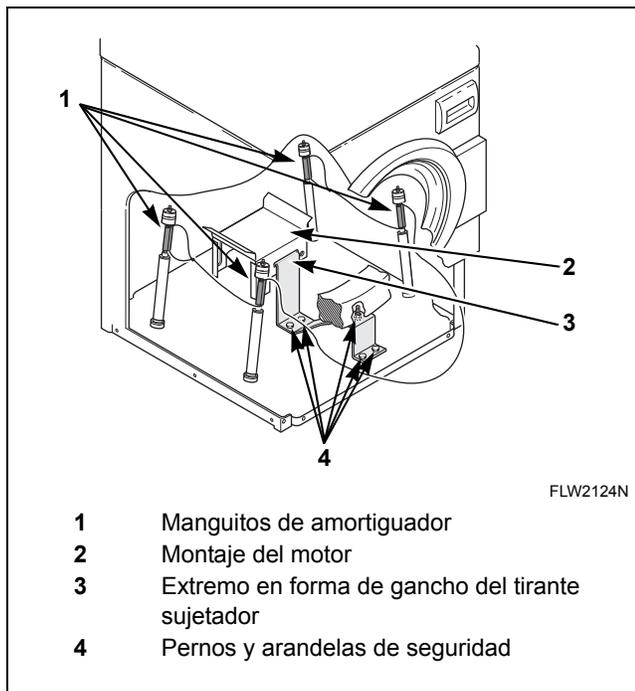

Figura 48
- Coloque los manguitos de amortiguador sobre los cuatro amortiguadores. Consulte la *Figura 48*.
- Inserte el extremo en forma de gancho del tirante sujetador dentro de la ranura abierta del montaje del motor. Fije utilizando los pernos y arandelas de seguridad. Consulte la *Figura 48*.
- Conecte la abrazadera con los cinco pernos y arandelas. Consulte la *Figura 48*.